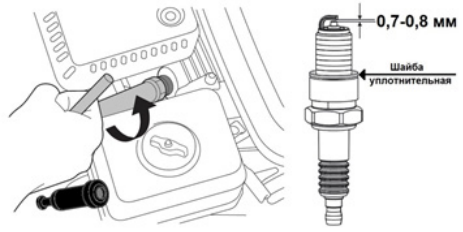

Рис. 24 Обслуживание свечи зажигания
4. Измерьте зазор между электродами свечи зажигания специальным щупом. Зазор должен быть 0,7-0,8 мм (Рис. 24). При увеличении или уменьшении требуемого зазора, рекомендуется заменить свечу, так как регулировка зазора может привести к изменению качества искрообразования.